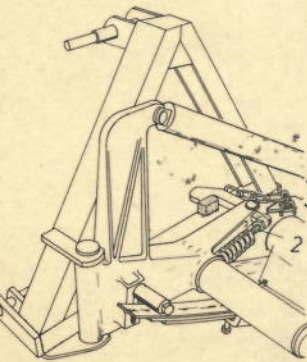

Abb. 3
3.3 Die Überlastsicherung (Abb. 3)
3.3 Overload Prevention (Fig. 3)
3.3 La protection contre la surcharge (fig. 3)
3.3 La sicura di troppo carico (fig. 3)